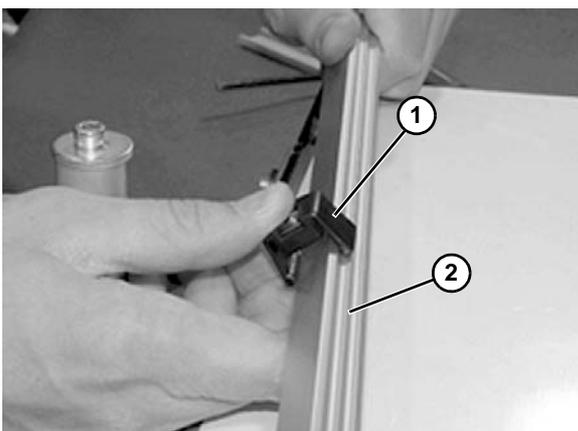

Figure 23
4. Encliqueter l'attache (**Figure 23, élément 1**) dans le rail de guidage (**Figure 23, élément 2**).